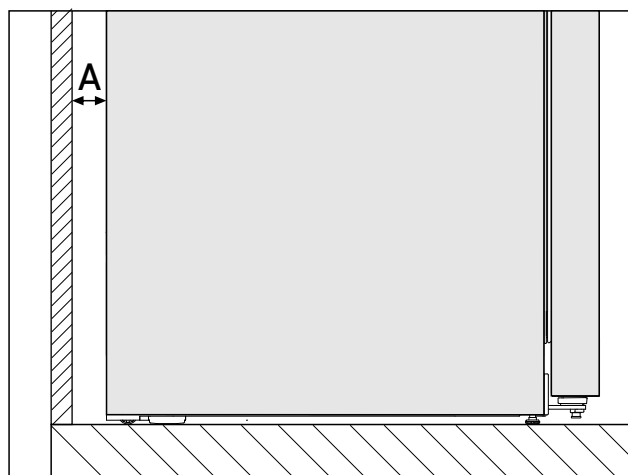

Fig. 4 *
Poraba energije je določena z razdaljo do stene Fig. 4 (A) med hrbtno stranjo aparata in steno. Če je razdalja do stene manjša kot Fig. 4 (A), to nima vpliva na delovanje aparata. Če je razdalja do stene manjša, se lahko poraba energije malce poveča, poleg tega pa lahko začne na hrbtni steni aparata nastajati kondenzat.*